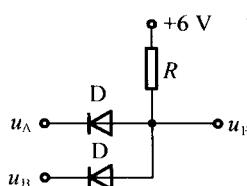

图 1-12
1.6 在图 1-12 所示电路中,二极管为理想元件, $u_A = 3 \text{ V}$, $u_B = 2\sin\omega t \text{ V}$, $R = 4 \text{ k}\Omega$, 则 u_F 等于()。